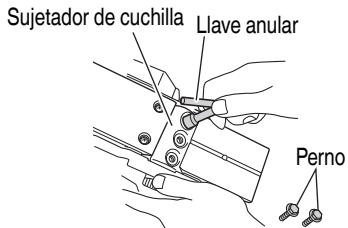

Fig. 19
- (1) Como se muestra en la Fig. 19, utilice la llave de cubo para aflojar los tres pernos utilizados para retener la cuchilla de carburo, y extraiga el soporte de la cuchilla de carburo.